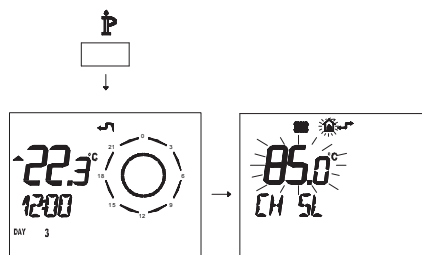

Figura 5.49
- Pulse durante más de 3 segundos el botón **⏸** para entrar en la modalidad **INFO** (Figura 5.49).